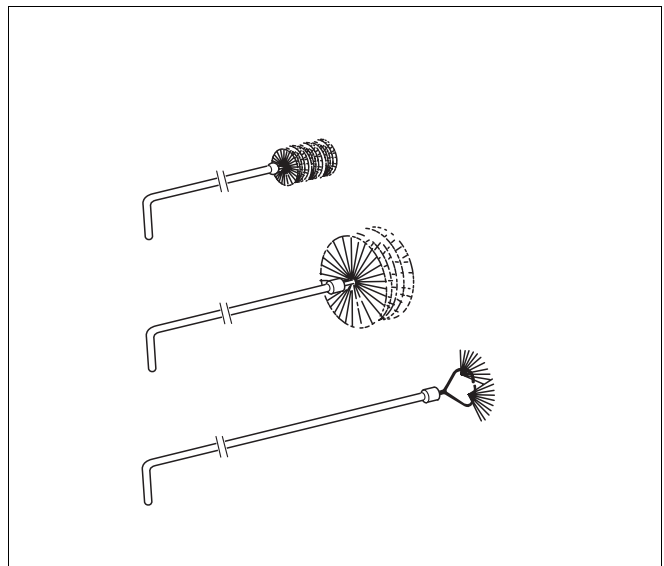
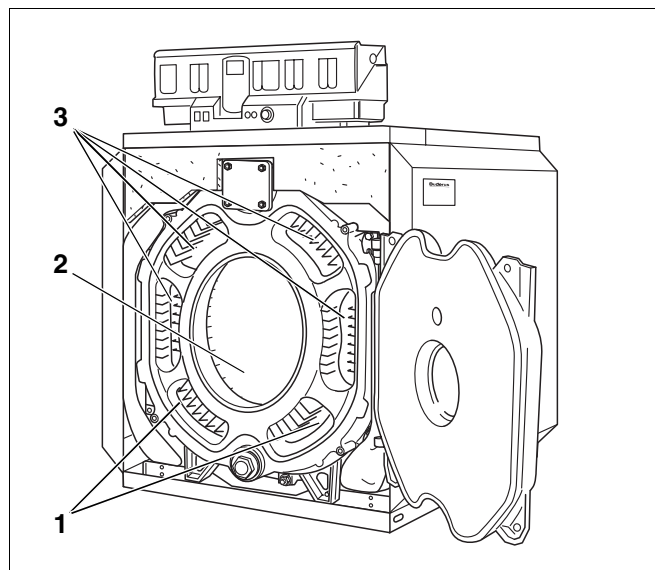

Рис. 53 Щетки для чистки
Рис. 54 Чистка дымовых каналов
- Фирма **Buderus** предлагает различные типы щеток, показанные на рис. 53 (дополнительная комплектация).
- Газоотводящие каналы (рис. 54, поз. 1 и 3) следует прочищать щетками 1 и 2 (рис. 53) спереди назад.
- Остальные поверхности топочной камеры (рис. 54, поз. 2) чистят щеткой 2.
- Нижние каналы дымовых газов чистят спереди щеткой 2 (рис. 54, поз. 1).